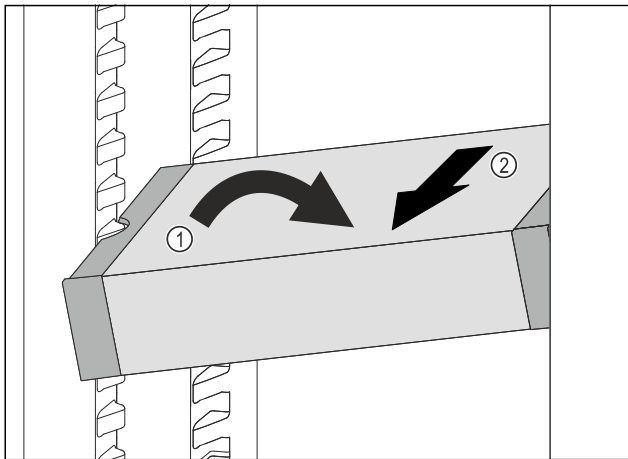

Fig. 114
- ▶ 在冷藏区中倾斜 VarioSafe。 Fig. 114 (1)
- ▶ 向前取出 VarioSafe。 Fig. 114 (2)